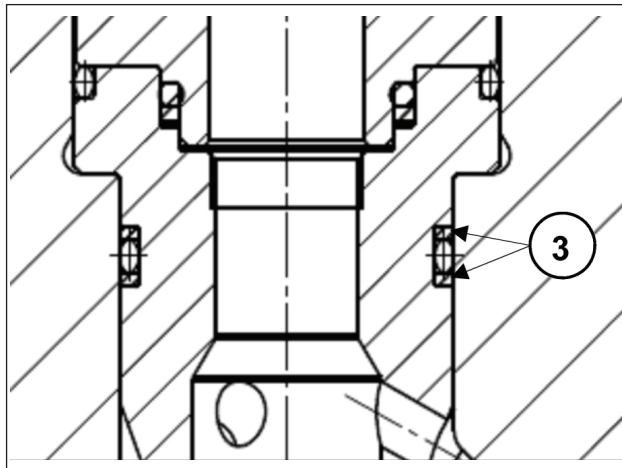

图28
- 2 将吸油和排油阀组连同相应的衬套插入，检查是否与泵头的底部接触。格外注意切勿损坏衬套的抗挤压环(图28，位置③)；要将这些环在各自的底座中正确定位和调整，应操作如下：